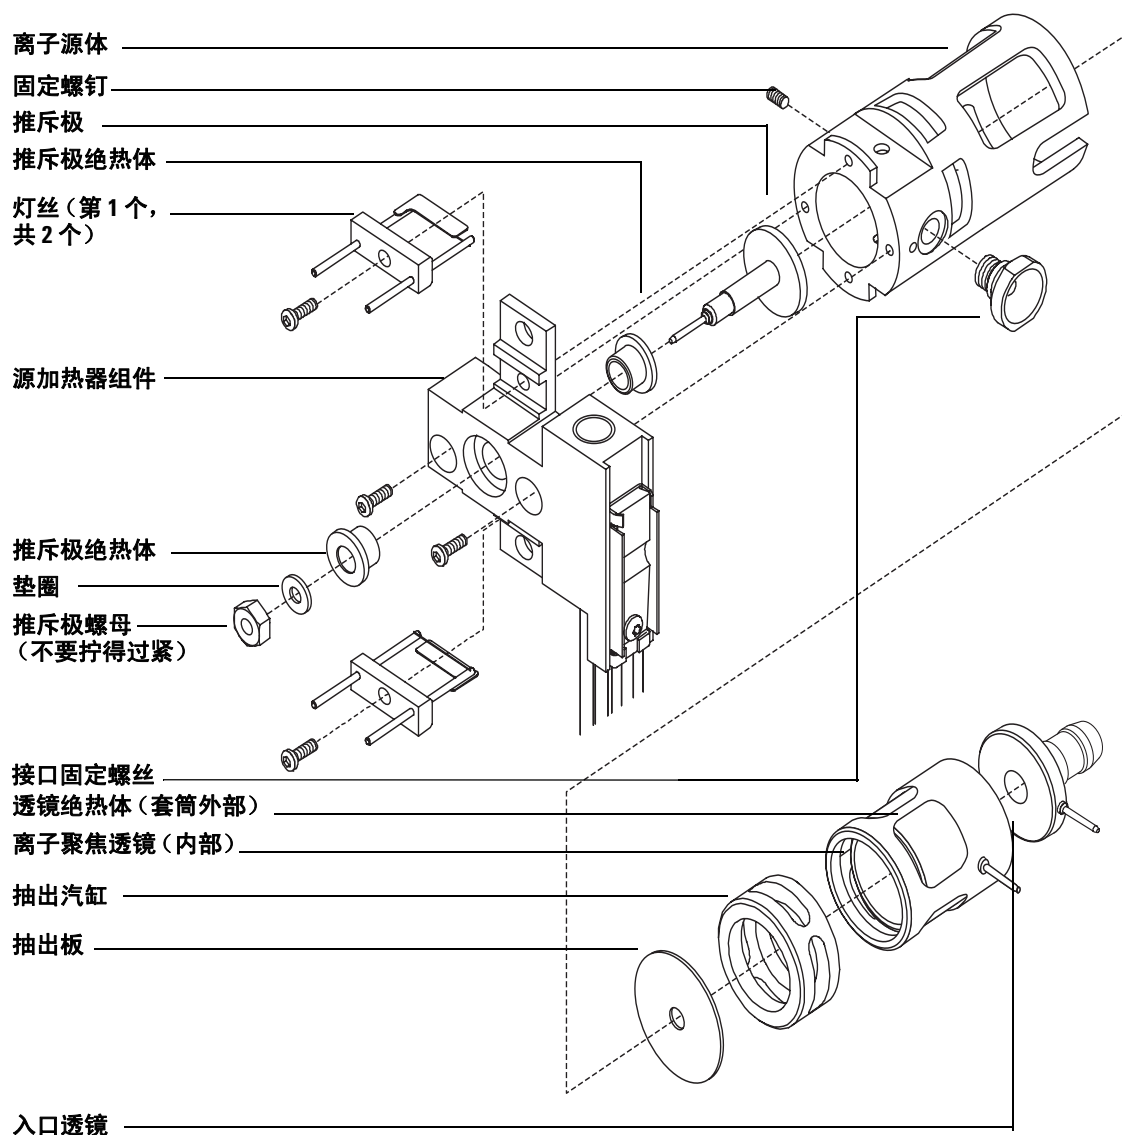

图 19 拆卸离子源
- 3 通过卸下两个螺钉，将离子源加热器组件从离子源体分离。离子源加热器组件包括离子源加热器、推斥极和相关部件。请参阅第 89 页的图 19。
- 4 通过卸下推斥极螺母、垫圈、陶瓷绝热体和推斥极来拆卸推斥极组件。（图 19）
- 7 将透镜推出离子源体，并分离透镜绝热器、离子聚焦透镜、抽出汽缸、抽出板和入口透镜。（请参阅图 19。）